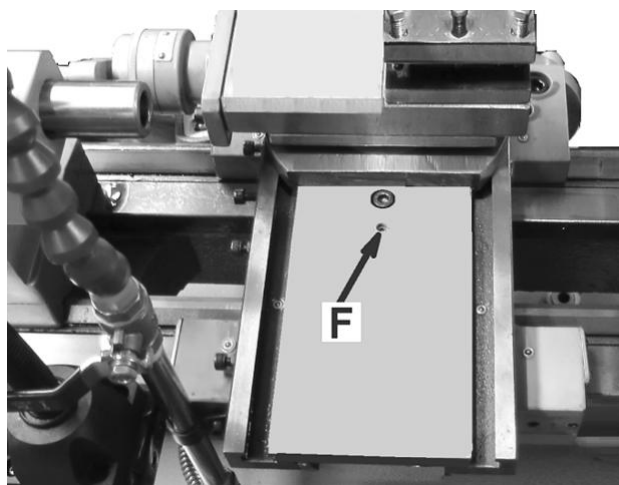

*Figure 11-3 : Réglage de la glissière*
Chaque glissière est équipée d'une glissière de guidage (C, Fig 11-3) et peut être réglée avec les vis (E) équipées de contre-écrous (D).